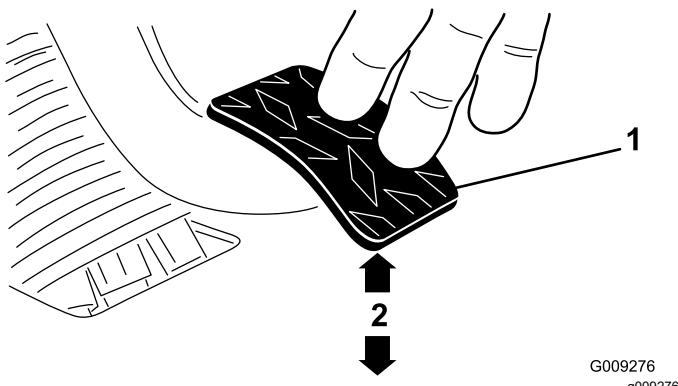

Figura 69
3. Ajuste las contratueras o la articulación esférica hasta que el borde trasero del pedal del embrague esté a entre 9,2 y 9,8 cm del borde superior del dibujo a rombos de la chapa de suelo al aplicar una fuerza de 1,8 kg al pedal (Figura 69).